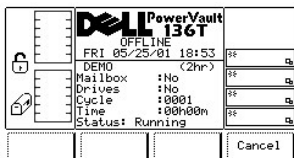

图 111. 维修 > 磁带库 > 自检 > 示范使用时间 > 自检对话框
- 1 如果按下**确定**软键下方的按钮，将应用该字段值并开始“示范”操作。请参见图 111。